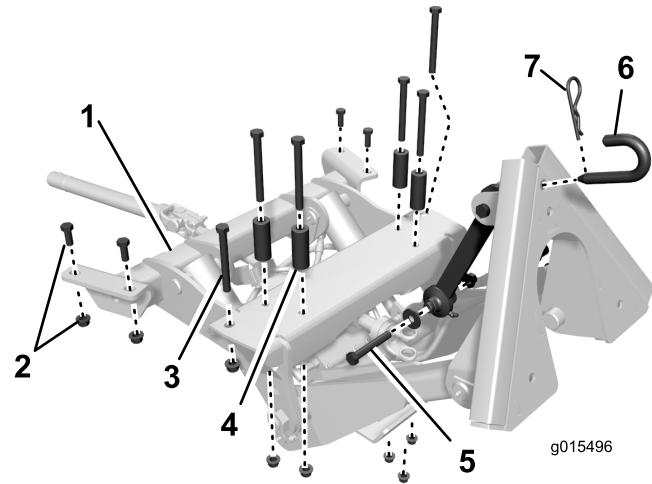
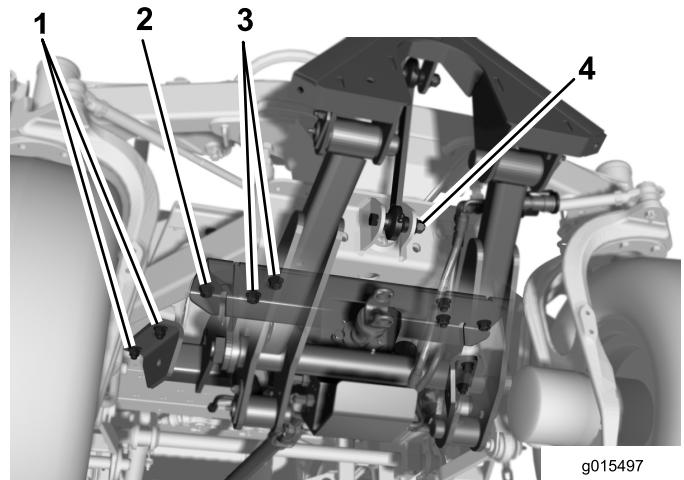
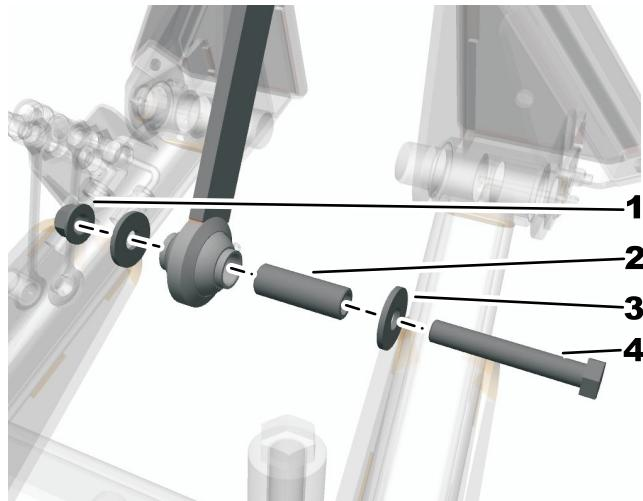

Figura 5
Figura 6
Figura 7
- Figura 5 riporta una vista dall'alto di ubicazione, posizionamento e dimensioni dei dispositivi di fermo utilizzati per fissare il telaio ad attacco anteriore alla parte inferiore del telaio dell'unità di trazione.
5. Sulla parte anteriore dell'attacco, fissate il foro esterno su ambo i lati ai canali del telaio con una vite da 1/2 x 4-1/2 poll. e un dado flangiato da 1/2 poll. (Figura 6).
6. Sulla parte posteriore dell'attacco, montate ogni lato sui canali del telaio senza fissarli con 2 viti da 1/2 x 1-1/4 poll. e dadi flangiati da 1/2 poll. (Figura 6).
7. Utilizzate i 4 fori di montaggio restanti per fissare gli attacchi alla piastra incrociata del telaio con viti da 1/2 x 4-1/2 poll., distanziali e dadi flangiati da 1/2 poll. (Figura 6). Posizionate i distanziali tra la testa della vite e la piastra incrociata.
9. Fissate il gruppo di collegamento superiore al supporto dell'assale con la vite da 1/2 x 3-1/4 poll., 2 rondelle di supporto e un dado flangiato da 1/2 poll. (Figura 5 e Figura 6). Posizionate le rondelle esternamente agli attacchi sul supporto dell'assale. Montate il distanziale e serrate a una coppia di 91 - 113 N m (Figura 7).